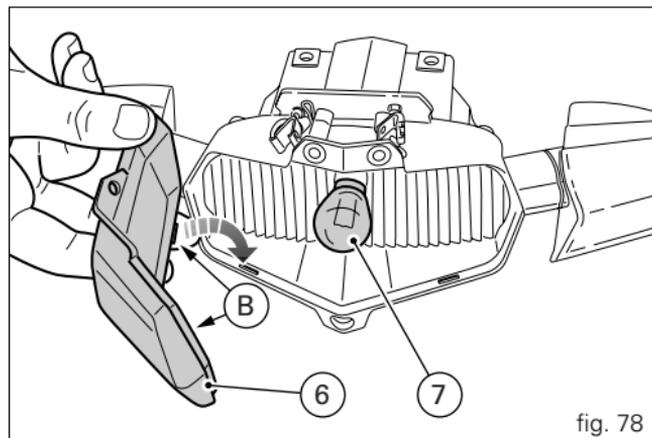

fig. 78
Extraia a lâmpada (7) empurrando-a e rodando-a para a esquerda e substitua-a (fig. 78).